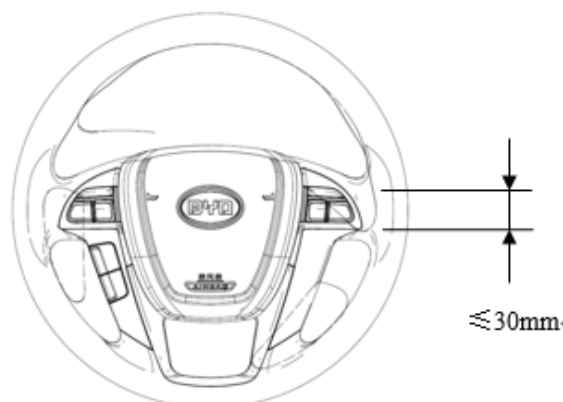

图3-5 转向盘自由行程示意图
- 2、 向左或向右轻轻转动转向盘，检查转向盘的自由行程。如图3-5所示，转向盘最大自由行程不大于30mm。如果自由行程超过最大值，需检查转向系统。